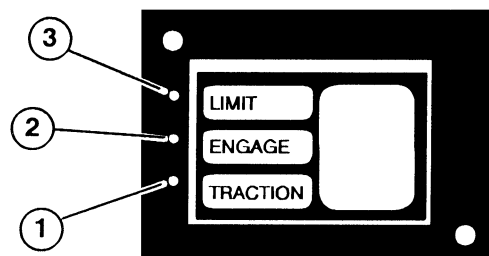

Fig. 12
N.B. Le spie LED sul controller (Fig. 12) indicano quando il controller riceve le seguenti immissioni: